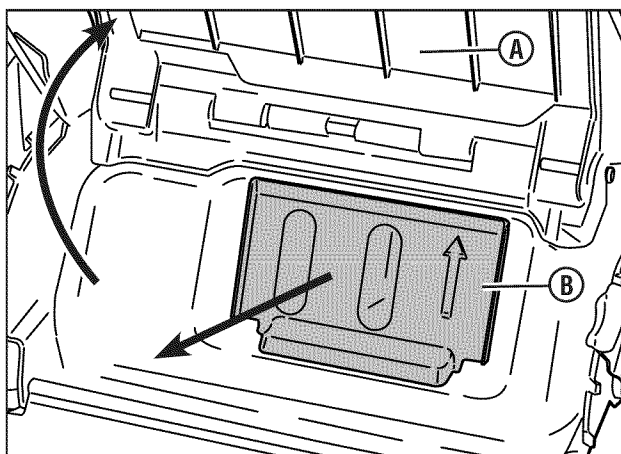

Figura 12: Extracción del tapón de cubrición
1. Levante la puerta de descarga posterior (A, Figura 12).
2. Quite el tapón de cubrición de suelos (B) del conducto de descarga trasero.